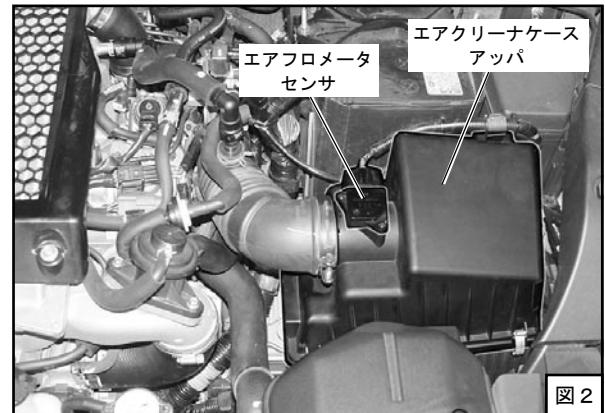

図2
(図2)
(4) ホースバンドを緩め、エアクリーナケースアッパを取外してください。（図2）